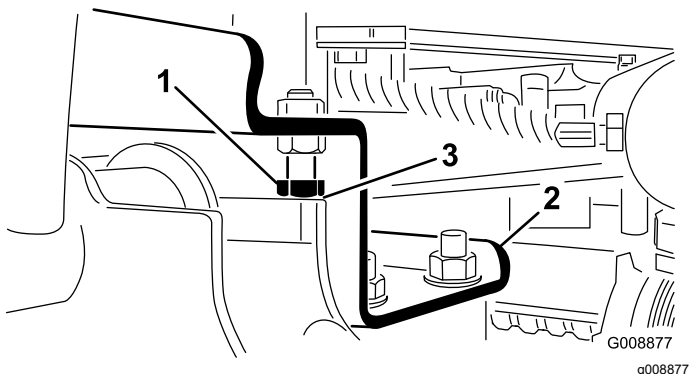

Figura 12
A. Allentate i bulloni di arresto (Figura 12).
2. Verificate che il gioco tra ciascun braccio di sollevamento e il bullone di arresto sia di 0,13–1,02 mm (Figura 12). Se il gioco non rientra in questo campo, regolate il gioco dei bulloni di arresto.